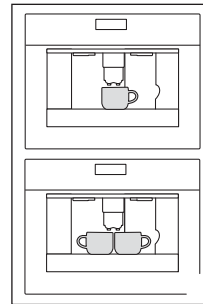
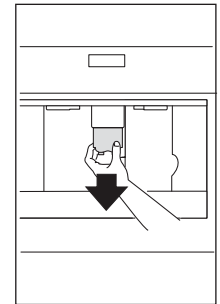

Fig. 16
Fig. 17
- ▶ Placer 1 tasse sous les becs verseurs pour faire 1 café (Fig. 16) ou 2 tasses pour 2 cafés (Fig. 16). Baissez les becs verseurs aussi près que possible de la tasse pour un café plus crémeux. (Fig. 17).